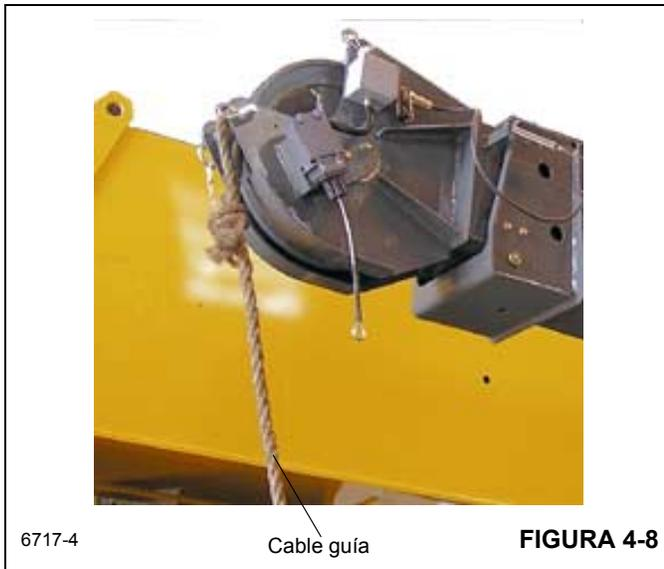

FIGURA 4-8
6. Conecte un tramo de cuerda a la punta de la extensión de pluma (Figura 4-8) para ayudar a girar la extensión a su lugar, delante de la punta de la pluma.